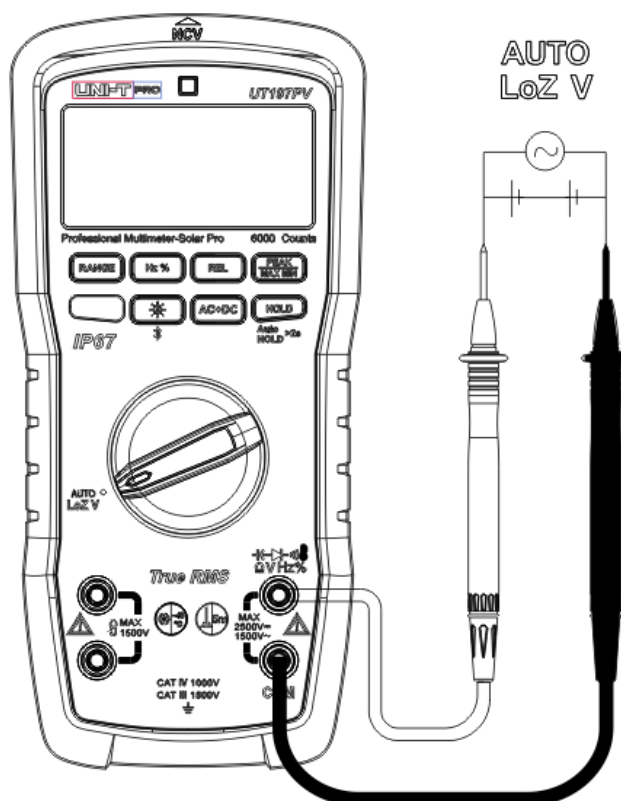

Figura 4
1. Misura automatica della tensione CA/CC (Auto-V LoZ) (Figura 4)